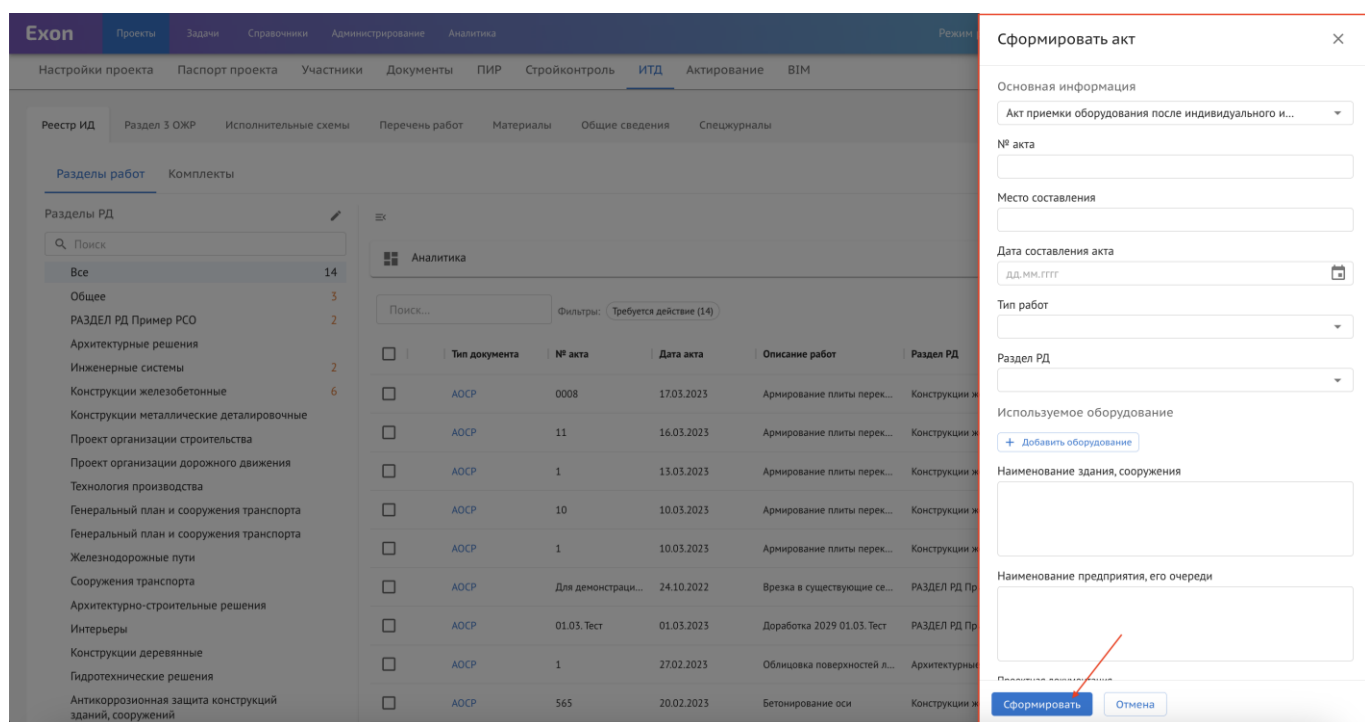

Рис. 60 – Заполнение формы акта
3. Заполнить всю информацию об акте (рис. 60);